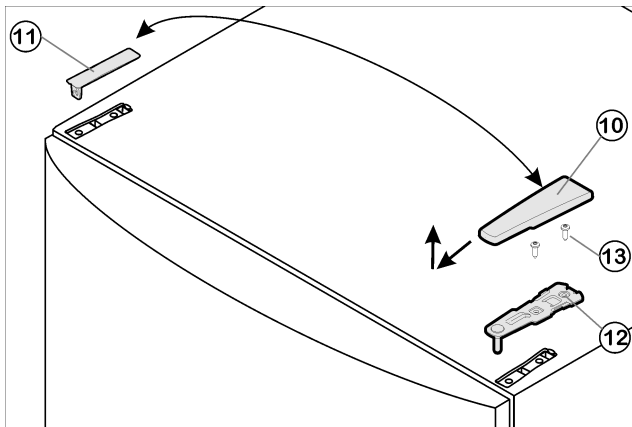

Fig. 4
- Потяните крышку Fig. 4 (10) вперед и вверх.
- Снимите крышку Fig. 4 (11).
- Открутите верхний опорный кронштейн Fig. 4 (12) (2 шт. Torx® 25) Fig. 4 (13) и вытяните вверх.
- ▶ Установите верхний опорный кронштейн Fig. 4 (12) на новой стороне шарнира и защелкните в дверце.
- ▶ Прикрутите верхний опорный кронштейн Fig. 4 (12) (с моментом 4 Нм) (2 шт. Torx® 25) Fig. 4 (13). При необходимости проделайте отверстия или используйте аккумуляторную отвертку.
- ▶ Защёлкните крышку Fig. 4 (10) и крышку Fig. 4 (11) на противоположной стороне.